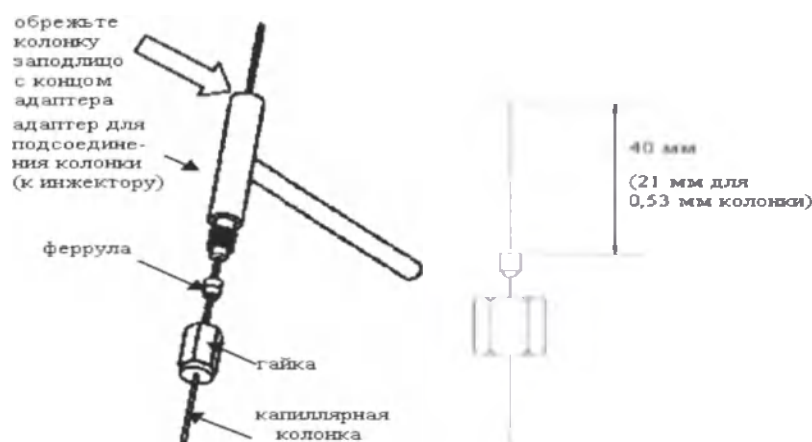

Рисунок 2.23 Использование адаптера для подсоединения колонки
- (1) Проденьте капиллярную колонку через Vespel ферулу и гайку. Смотри Рисунок 2.23 "Использование адаптера для подсоединения колонки".
- (2) Вставьте конец капиллярной колонки в адаптер для подсоединения колонки (P/N 225-01453-95) из набора инструментов (опция), так чтобы конец колонки высывался на 1 см от конца адаптера как показано на Рисунке 2.23 "Использование адаптера для подсоединения колонки". Закрепите его, затянув гайку. Обрежьте торчащий конец колонки.
- (3) Зафиксируйте колонку липкой лентой под затянутой гайкой, как показано на Рисунке 2.24 "Фиксация колонки липкой лентой".
- (4) Выньте колонку из адаптера, не сдвигая ленты, и протрите колонку ацетоном. Вставьте колонку в инжектор и закрепите ее, закрутив гайку вручную. Если ферула новая, то затените ее гаечным ключом еще на один полный оборот. Если ферула использовалась раньше, то затените ее гаечным ключом еще на 20-40 градусов.
- (5) Снимите липкую ленту с колонки.